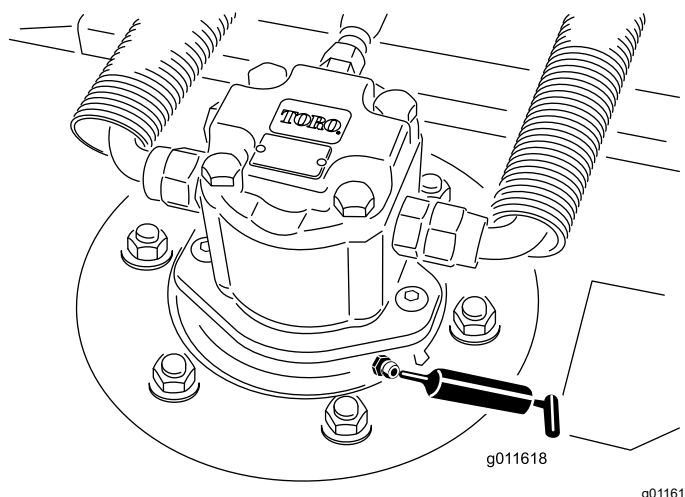

Figure 10
- Roulements d'axes de pivots des unités de coupe (2 par unité de coupe) – Figure 10